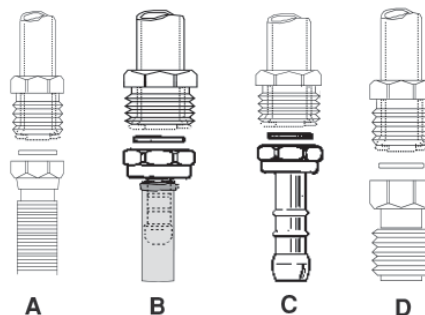

Рисунок 15
• СОЕДИНЕНИЕ С ГИБКОЙ МЕТАЛЛИЧЕСКОЙ ТРУБОЙ (А НА РИС. 15)
• СОЕДИНЕНИЕ С РЕЗИНОВЫМ ШЛАНГОМ (В И С НА РИС. 15)